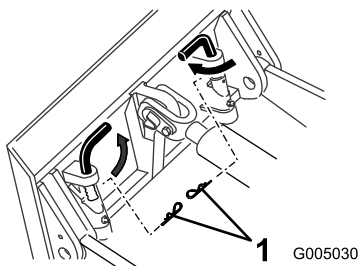

Рисунок 10
- На тяговых блоках некоторых более ранних моделей есть отверстия в штифтах с пружинами и быстроустанавливаемыми штифтами на монтажной пластине (Рисунок 10), чтобы вы могли установить два шплинта при прохождении плугом длинных отрезков. При этом вибрация плуга не приведет к ослаблению штифтов.